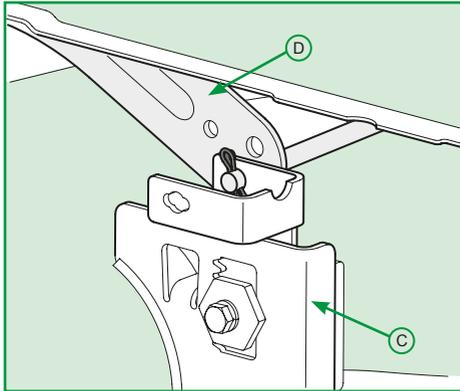

Figura 22
5. Posicione el soporte (C) de la plataforma de corte en el soporte (D) de elevación del tractor, conforme Figura 22 y posteriormente, deslice el perno cruzando los dos soportes preñdiéndolos con una presilla;